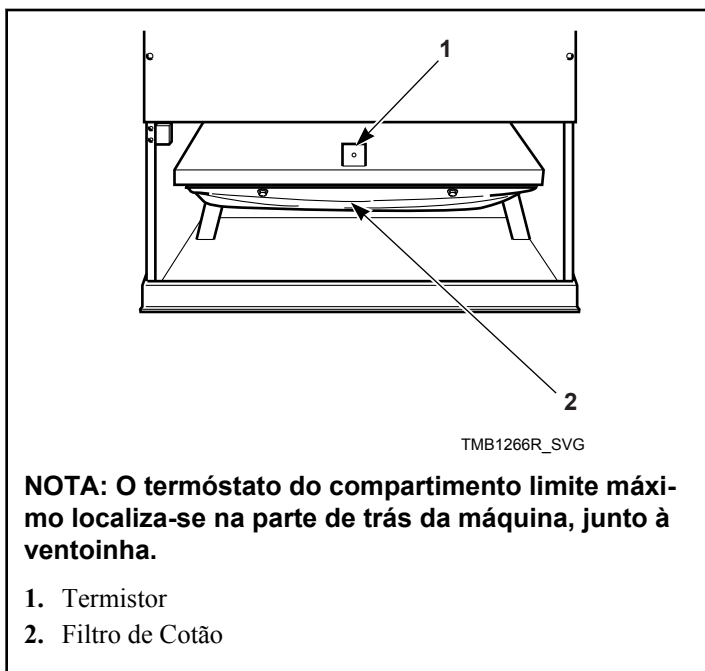

Figura 49
- e. Elimine o algodão do termostato e termistor de limite elevado do compartimento. Consulte a *Figura 49*.